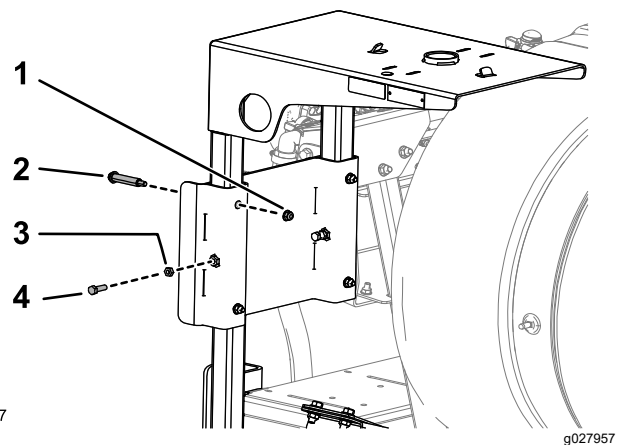

Figura 14
6. Inserite il telaio del piano del cilindro nelle fessure presenti sulla staffa di supporto del piano del cilindro servendovi di 4 bulloni di spallamento, 4 dadi flangiati (5/16-18"), 2 bulloni (5/16-18 x 1") e 2 controdadi (5/16-18") come illustrato nella Figura 14.